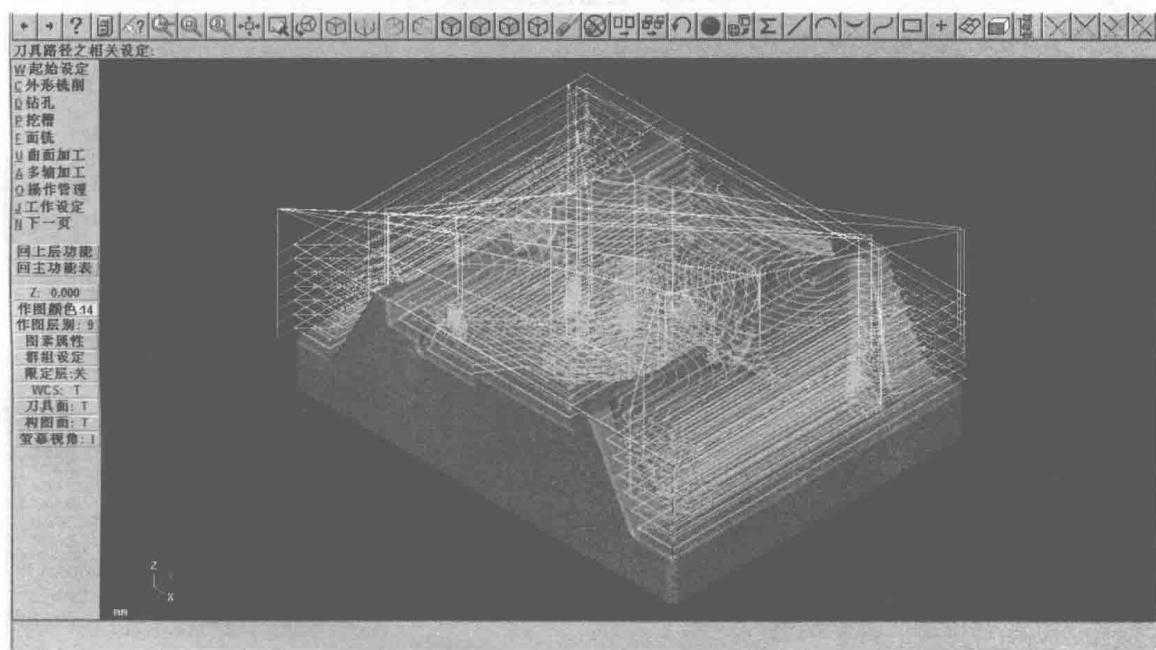
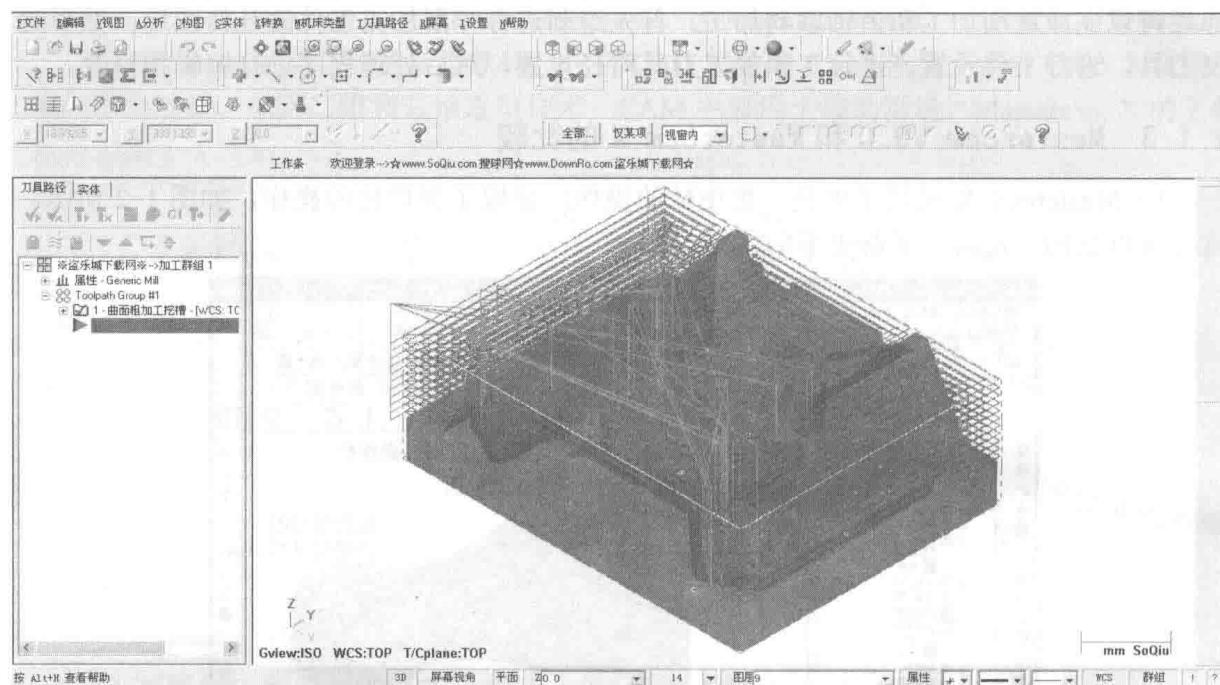

图 1-3 Mastercam V9.0 版本图形运行效果（运行时间 78s）
图 1-4 Mastercam VX2 版本图形运行效果（运行时间 32s）
- 3) 图形运行效果明显不同。图 1-3 和图 1-4 所示为两种版本的图形运行效果。可以看出，与 V9.0 版本相比 VX2 版本的图形运行效果显著提高，运行时间大大缩短。